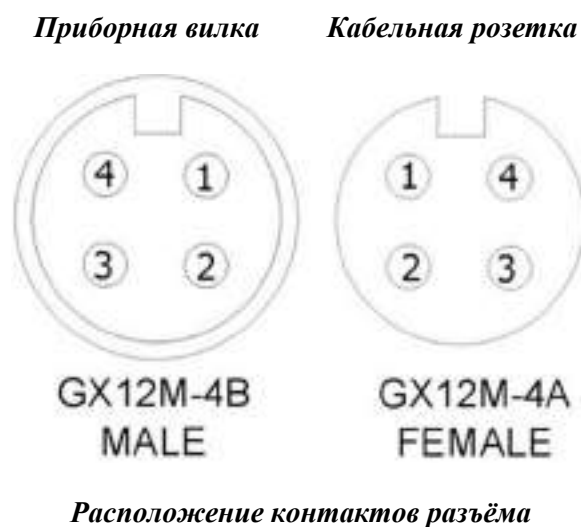

Рисунок 3
5.1.4 Для ВУ моделей KUA-M-XSL (с подсветкой) перед установкой требуется к фильтру подключить электропровод. Для этого необходимо соединить разъём, установленный на конце кабеля электропроводки ВУ, с приборной вилкой, установленной внутри камеры фильтра (рисунок 3).
После завершения доочистки перевести переключатель «СЕТЬ» (рисунок 3) в положение «выключено».